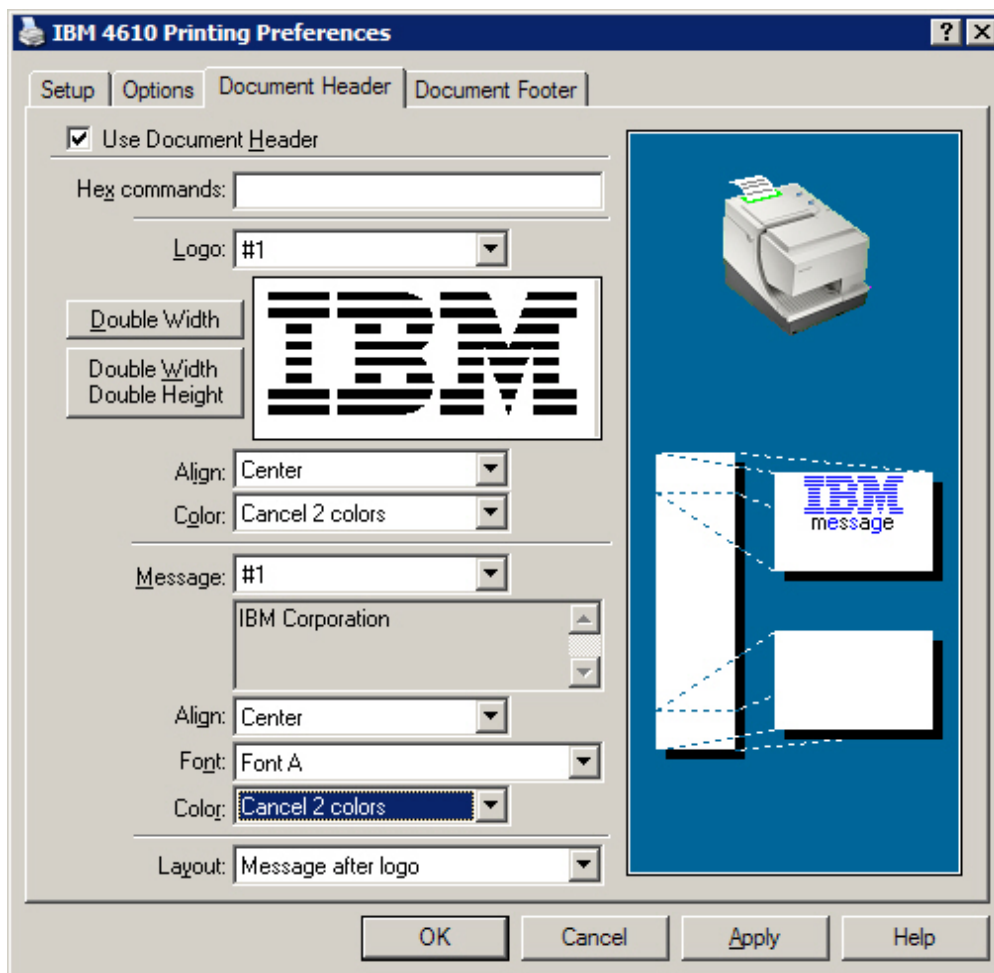

Figure 23. Selecting a header message
7. To specify a message (see Figure 23):